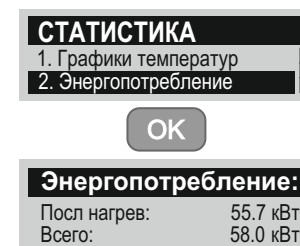

Рисунок 25. Статистика энергопотребления.
7.4.5.2 «2. Энергопотребление» - переход в режим просмотра информации об энергопотреблении (см. рис. 25);